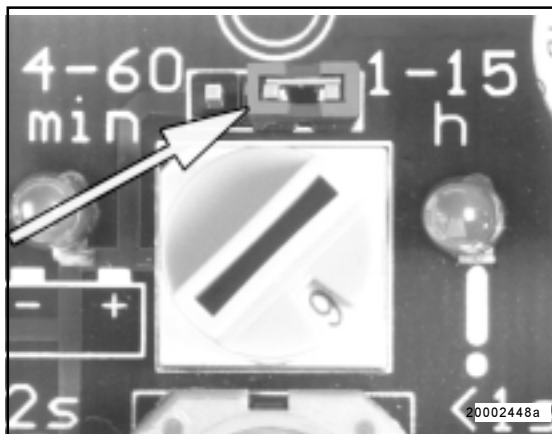

Abb. 19 - Vorwahl der Zeitbereiche
- Die Zeitbereiche (Stunden oder Minuten) lassen sich, durch Umstecken des Jumpers an der Steuerplatine (Abb. 19) verändern.